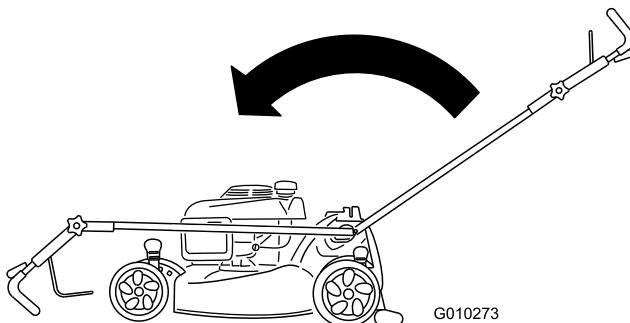

Рисунок 57
2. Поверните рукоятку вперед до отказа и ослабьте головку верхней части рукоятки (Рисунок 57).